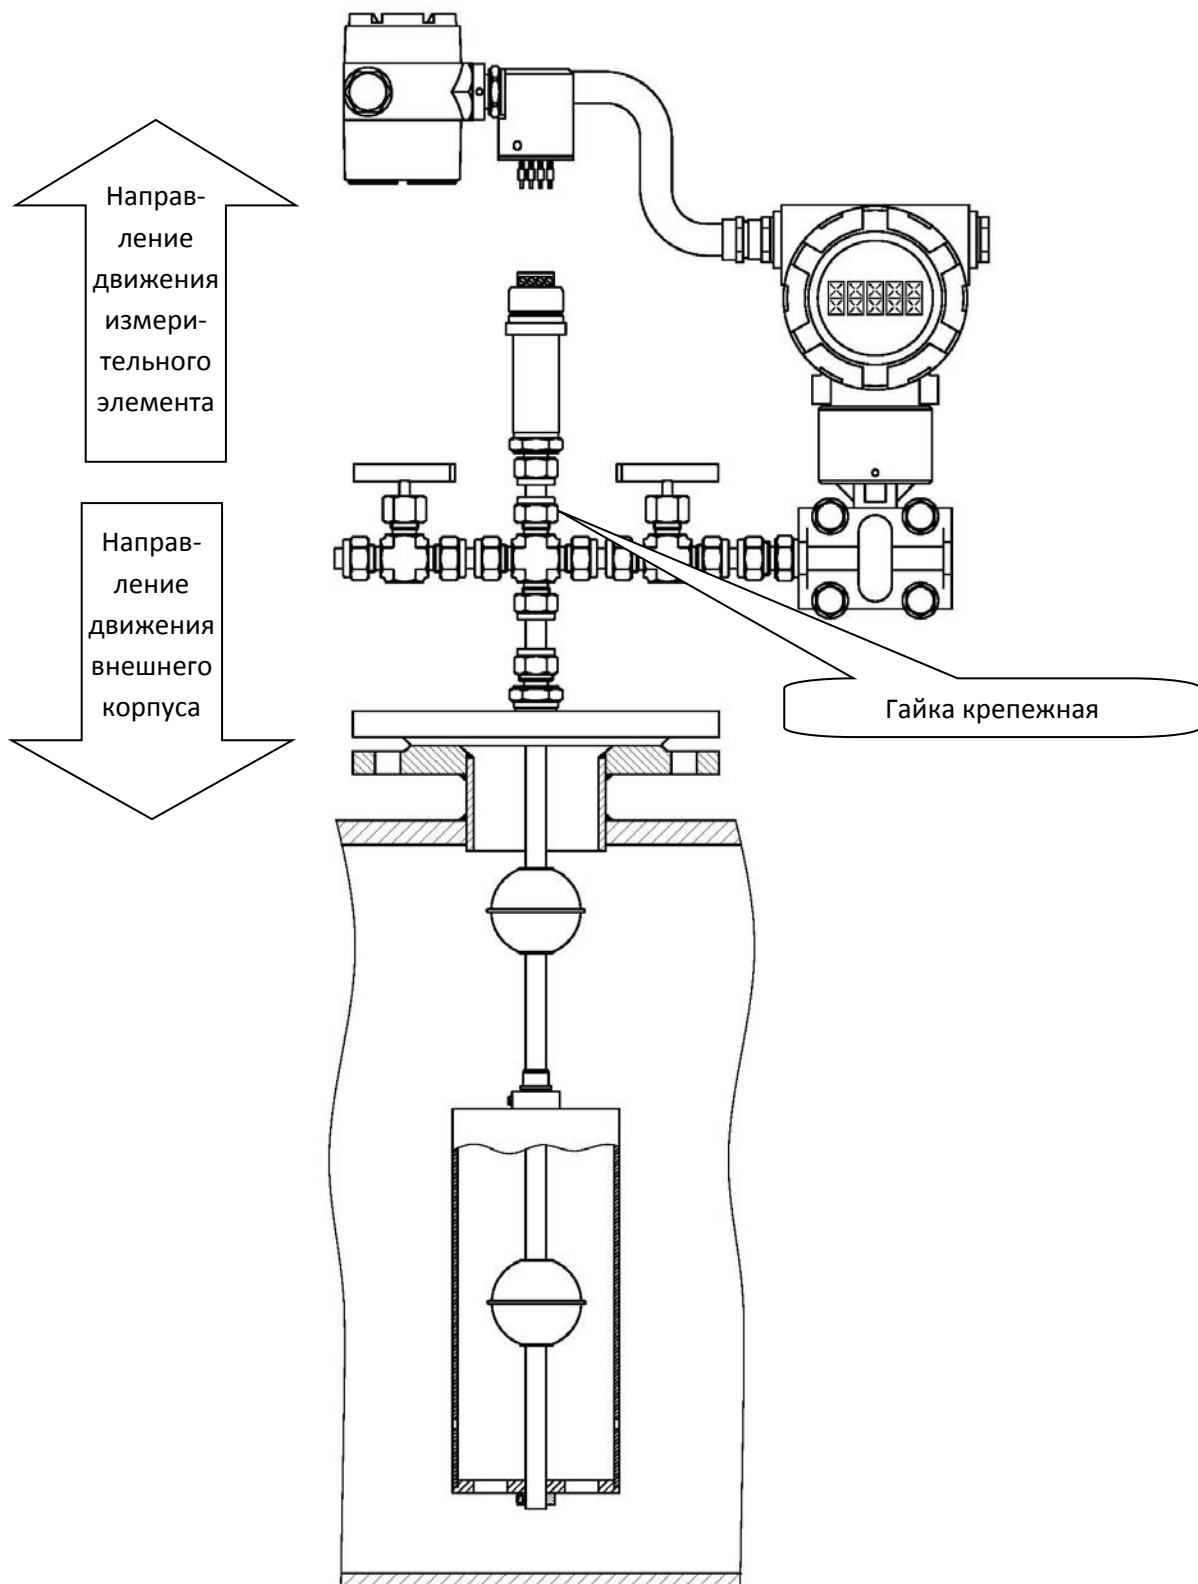

Рисунок 27 – Отсоединение измерительного элемента от внешнего корпуса
- 4) отвинтите гайку крепежную на измерительном элементе (рис. 27);
- 5) отсоедините измерительный элемент от внешнего корпуса, направляя движения, как показано на рис. 27;